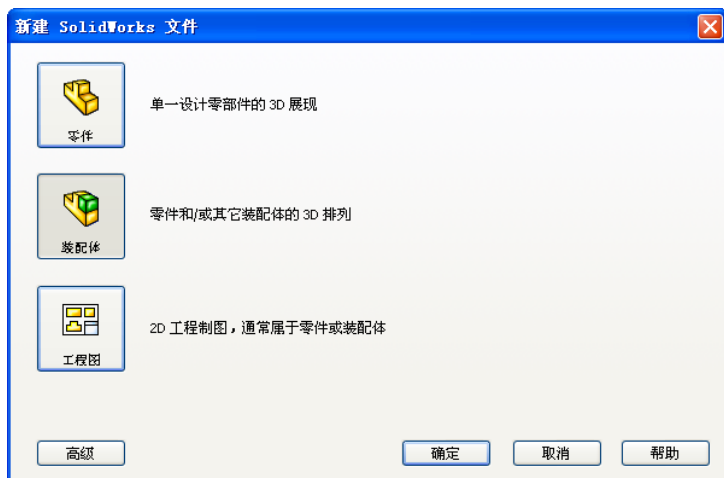

图 13-270 “新建 SolidWorks 文件”对话框
(1) 单击“标准”工具栏中的 (新建)按钮，或执行“文件”→“新建”菜单命令，在弹出的“新建 SolidWorks 文件”对话框中选择 (装配体)按钮，如图 13-270 所示，然